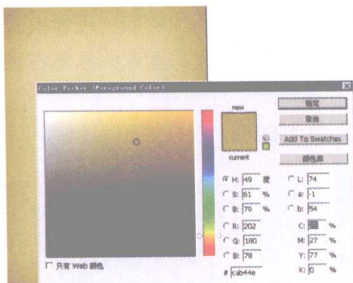

图 1-3
③ 按快捷键【Shift+Ctrl+N】新建一个图层, 设置其前景色为 (R:202, G:180, B:78), 选择画笔工具, 设置其大小及不透明度, 在画面中涂抹, 效果如图 1-3 所示。